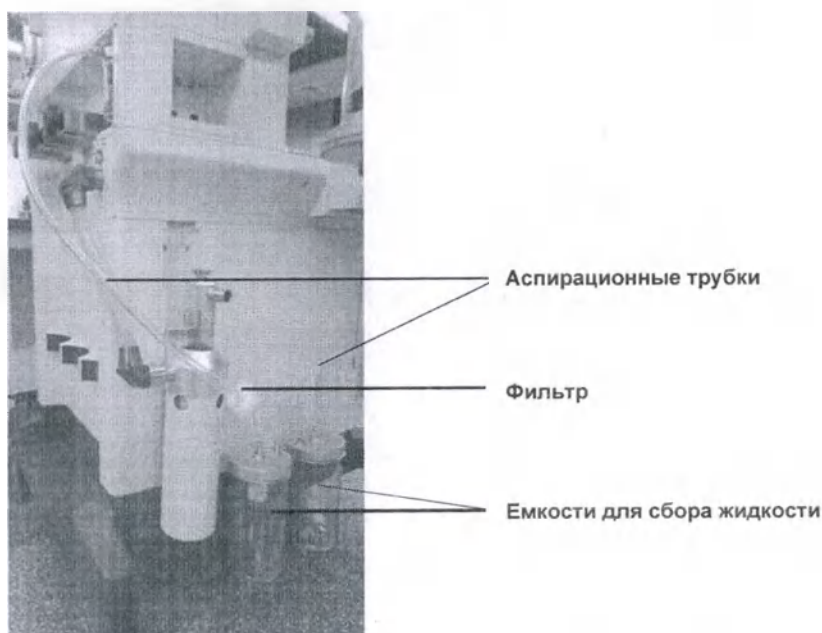

РИСУНОК 7-25 Снимите аспирационные трубки, емкости для сбора жидкости и фильтр.
1. Снимите аспирационные трубки, емкости для сбора жидкости и выбросьте фильтр. При замене фильтра, утилизируйте старый фильтр в соответствии с местными нормативами. (См. РИС. 7-25)